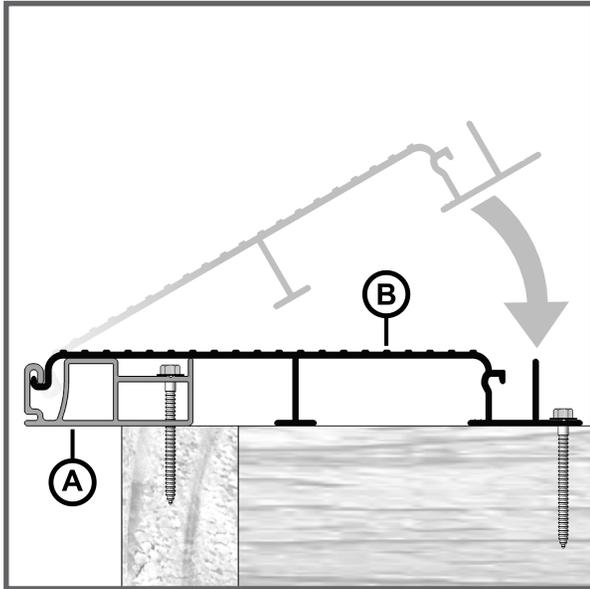

FIGURE 4
- Installer une planche "B" en utilisant le système d'embouvetage prévu à cet effet pour l'assemblage. (figure4)
- En vous assurant de bien placer la planche "B" à l'équerre, fixer aux solives à l'aide de vis à tête hexagonale #12 - 1 1/4" en pointant la ligne de vissage prévue à cet effet. (figure4)
- Fixer tout le long de la planche au 16" ou au milieu des solives lorsqu'elles croisent la ligne de vissage. (figure4)
- Répéter ces trois dernières étapes pour toutes les planches subséquentes. (figure4)